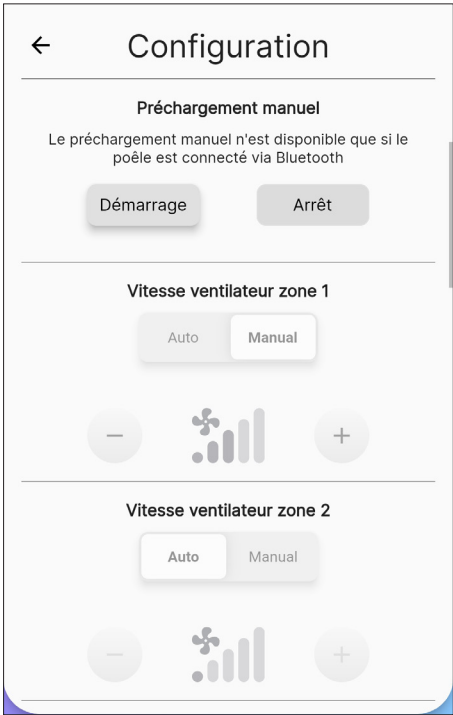
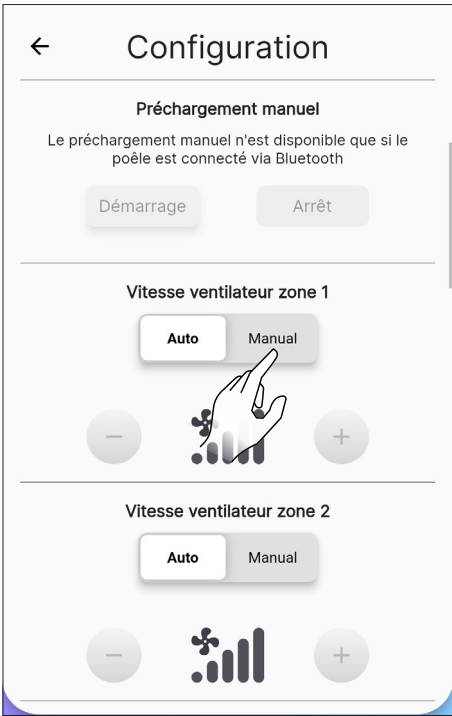

Fig. 10.12
Fig. 10.13
**Cette fonction ne peut être utilisée que si le poêle est allumé (Fig. 10.13), sinon elle n'est pas modifiable (Fig. 10.12).**